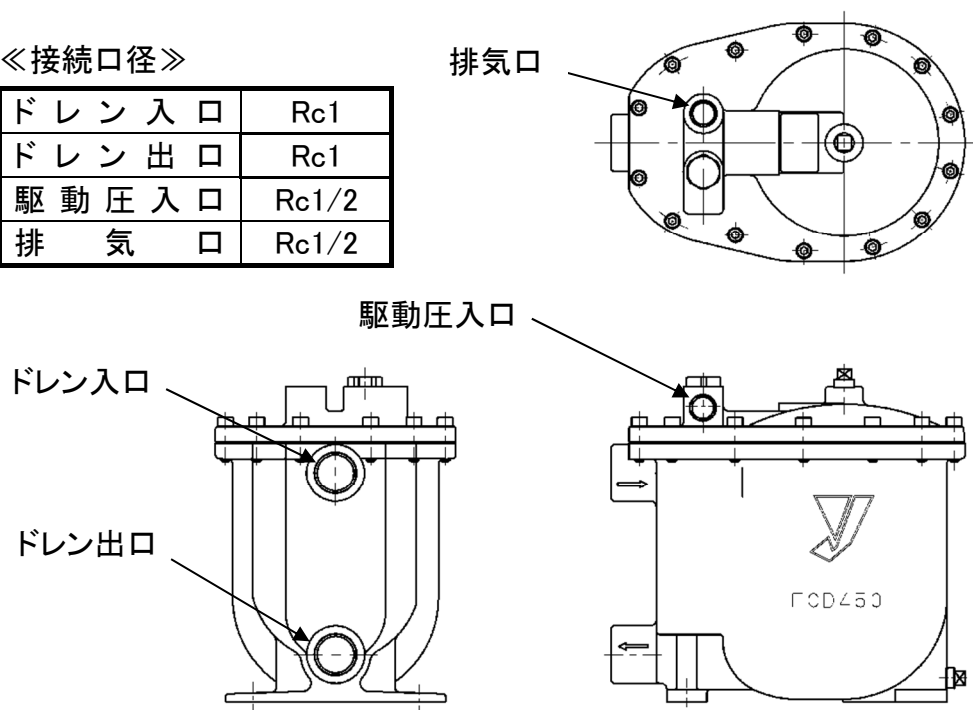

図 1 外観図
(2)取り付けはドレン入口、ドレン出口、駆動圧入口、および排気口を確認して配管してください。(図1参照)